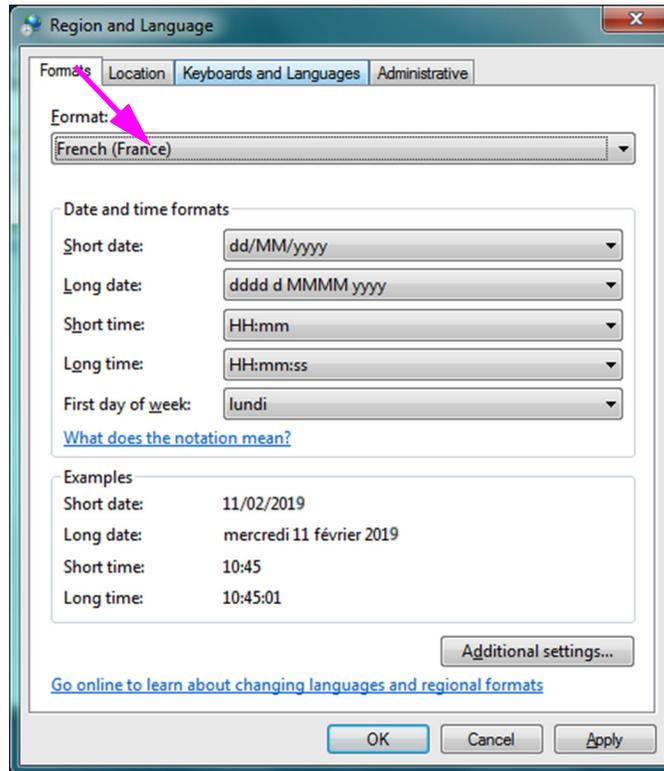

Figura C-5. Schermata Region and Language (Paese e lingua) con la nuova lingua visualizzata
- Dopo avere selezionato la nuova lingua, l'elenco a discesa si chiude e la nuova lingua selezionata appare nella casella di riepilogo Format (Formato). Nell'esempio mostrato, la lingua selezionata è **French (Francese)**. La schermata Region and Language (Paese e lingua) mostrerà ora French (France) [Francese (Francia)] nella casella di riepilogo Format (Formato) (vedere la Figura C-5).